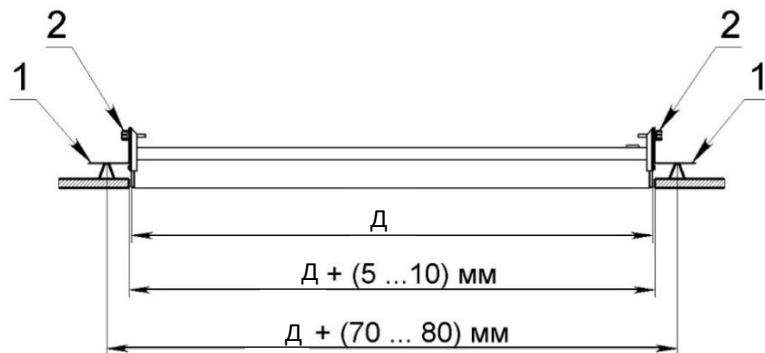

Рисунок 1
5.4 Установить направляющие реечного потолка на расстоянии, превышающем на 70-80 мм длину светильника (рис. 1). В случае монтажа светильника в готовый реечный потолок установить по необходимости дополнительные направляющие в местах монтажа светильника, надежно закрепив их на несущем потолке при помощи подвесов.
5.6 Отрегулировать высоту установки светильника изменяя положение горизонтальных полок монтажного комплекта (поз. 1 на рисунок 1), обеспечив расстояние до поверхности несущего потолка не менее 50 мм. Лицевая поверхность светильника должна находиться на уровне лицевой поверхности потолочных реек.
5.7 Зафиксировать положение горизонтальных полок монтажного комплекта при помощи винтов (поз. 2 на рисунок 1).